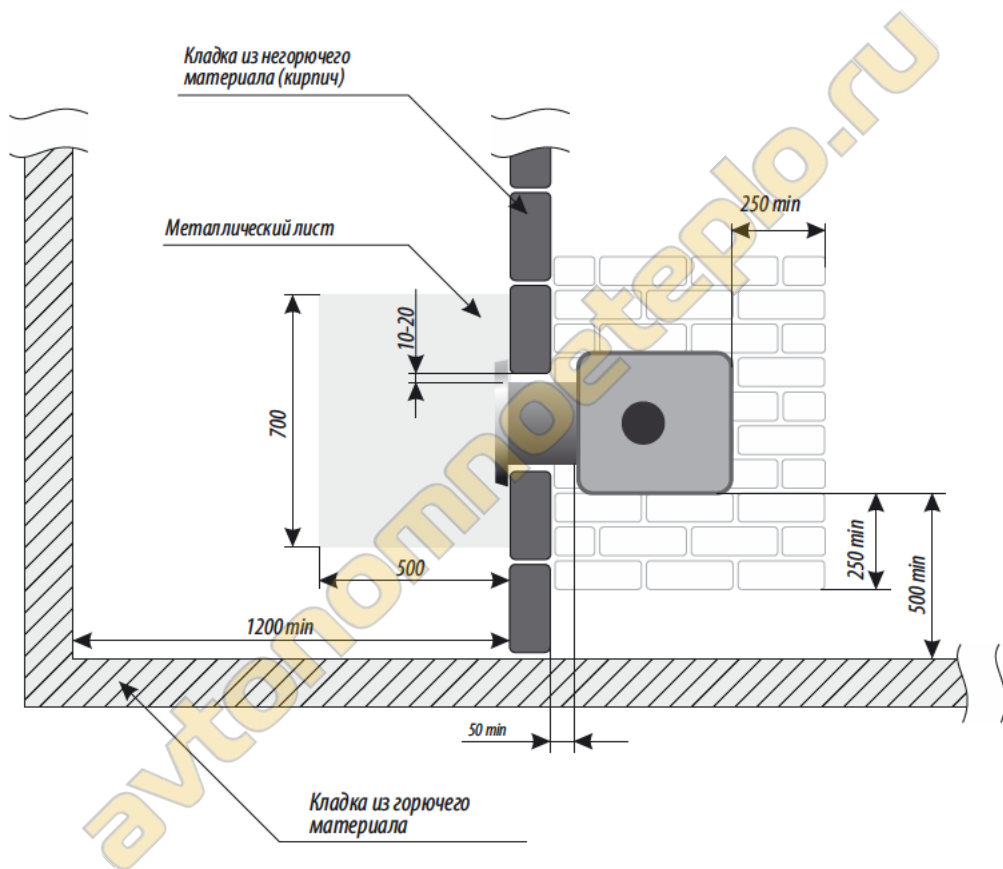

Рисунок 3. Схема установки печи (вид сверху)
3. Установить печь со стороны парильного помещения так, чтобы топливный канал прошел сквозь отверстие в стене (рисунок 3, стр. 11).